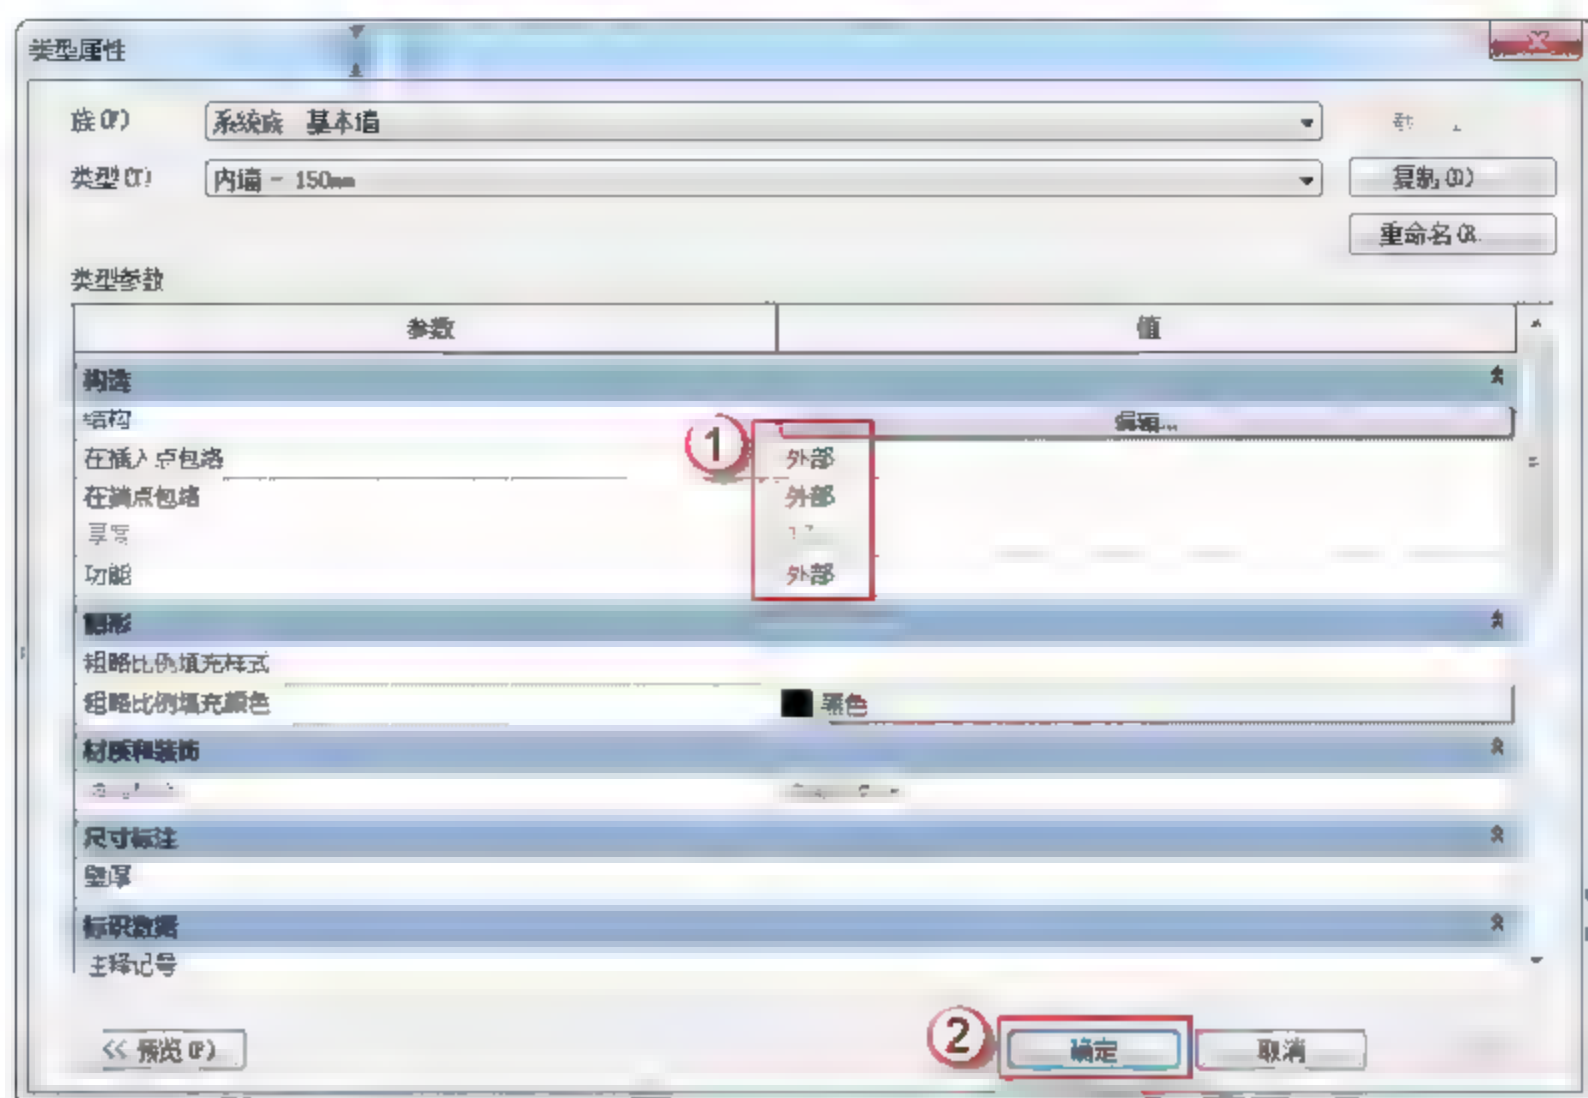

图 9.1.52 完成“内墙-150mm”的编辑
(25) 完成“内墙-150mm”的编辑。在“类型属性”对话框中,选择“在插入点包络”后的参数“不包络”→“外部”,再选择“在端点包络”后的参数“无”→“外部”,选择功能参数后的“无”→“外部”命令,然后单击“确定”按钮,如图9.1.52所示。